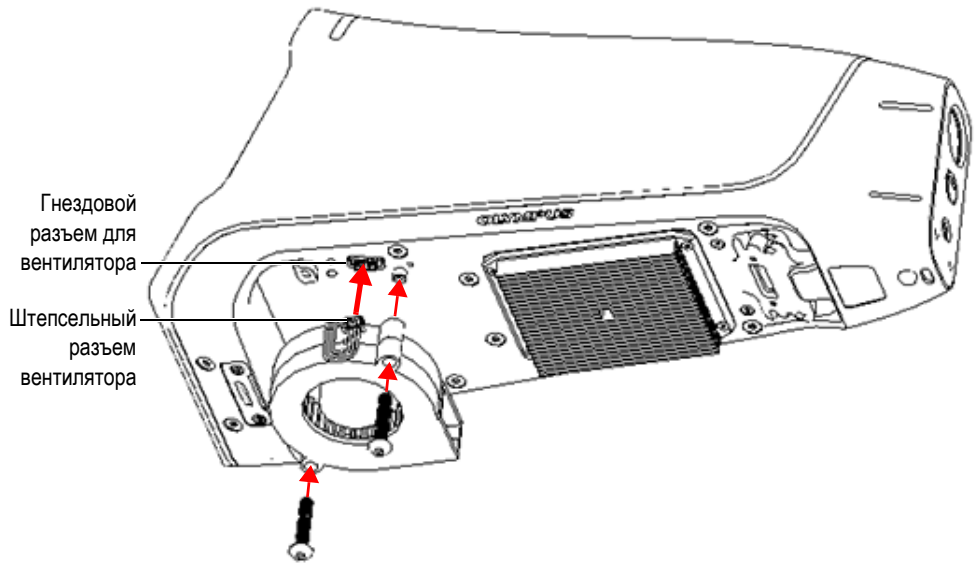

Рис. 4-8 Установка вентилятора
2. Совместите и вставьте штепсельный разъем вентилятора в соответствующее гнездо-разъем (см. Рис. 4-8 на стр. 96).